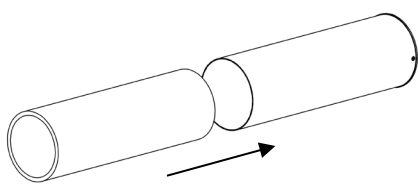

Рис. 7
- Поместите трубу из вспененного полиэтилена в пластиковый канал. (Рис. 7)